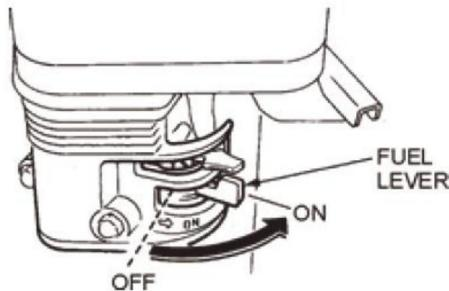

FIG.6
- 9.1 Coloque la palanca de la válvula de combustible del motor (FIG. 6) en la posición "ON".